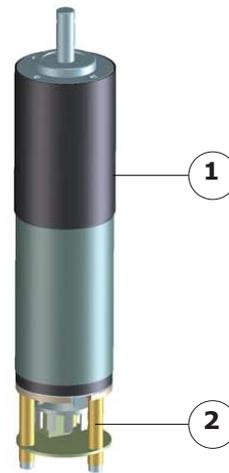

Abb. 3.3 - Motorantriebe
Der Motor besteht aus einem Gleichstrom-Motoruntersetzungsgetriebe (Abb. 3.3 - Pos. 1) mit dem ein Schweißgeschwindigkeitsbereich von 50 bis 150 mm/min erreicht werden kann.
Ein mit dem Motor verbundenes Codiergerät (Abb. 3.3 - Pos. 2) informiert die Polysoude-Schweißstromquelle über die tatsächliche Position des Brenners und ermöglicht somit die Überwachung der Schweißabfolge (Steuerung der Anfangs-/Endpositionen u. Sektoren).
- Gehäuse für Schweißzange in Verbindung mit Zangen- oder Schalenaufspannung (Abb. 3.3 - Pos. 3),
- Gehäuse für Schweißzange in Verbindung mit gekühlter Aufspannung (Abb. 3.3 - Pos. 4),